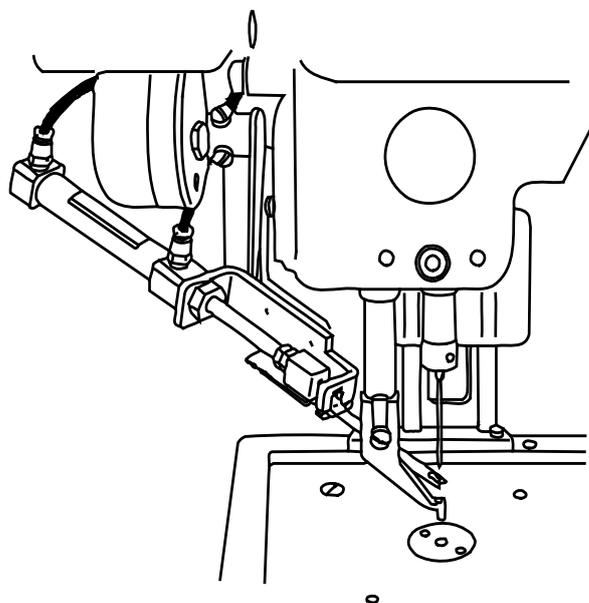

図 1 上糸保持機構 取付例
- (2) ワイパー機構をミシンアームから取外します。ワイパーの駆動部分だけではなく、その接続電線もミシンのコネクタP板から外してください。
- (3) 上糸保持機構をミシンアームへ取付けます。上糸保持機構は図1に示すとおり、ミシン針と中押えとの間で、Fig.No.106 糸さばきが糸をすくう位置になるよう調整してください。